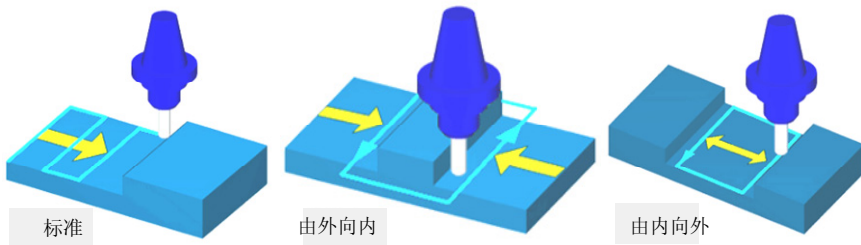

图 2-249 切削顺序
- **[[标准]]**: 刀轨按默认方式走刀, 如图 2-249 所示。
- **[[由内向外]]**: 由中心向外生成刀轨, 如图 2-249 所示。
- **[[由外向内]]**: 由外向中心生成刀轨, 如图 2-249 所示。